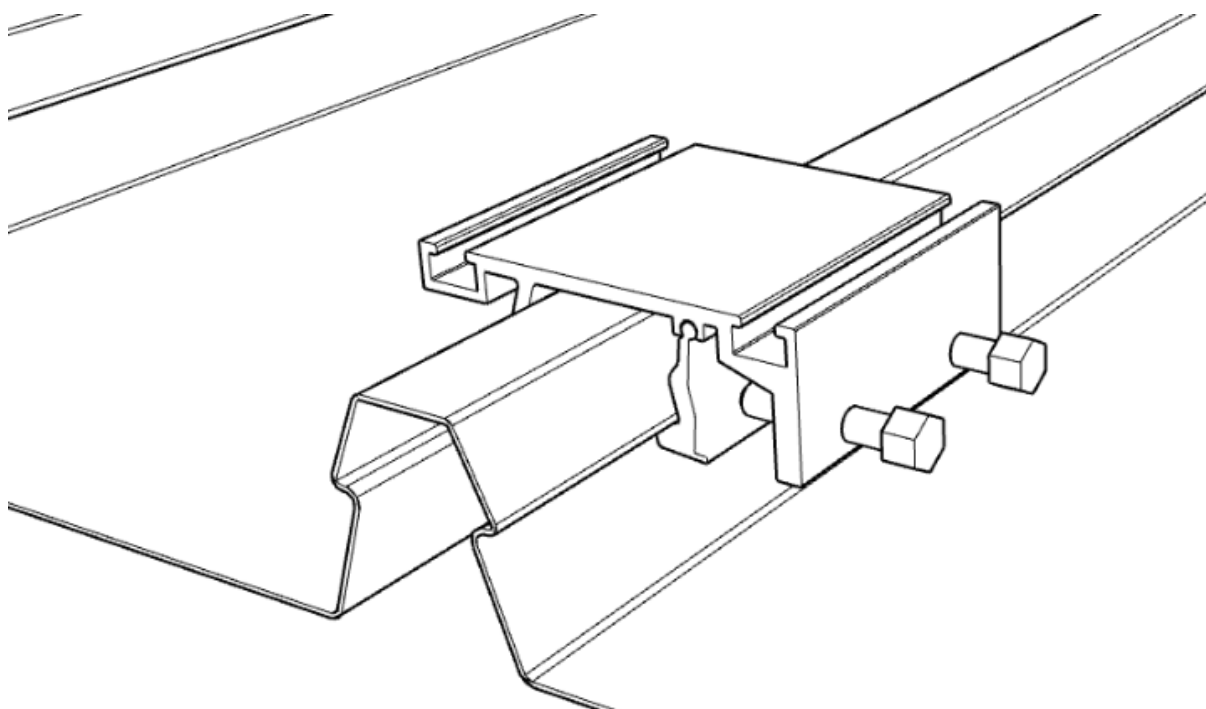
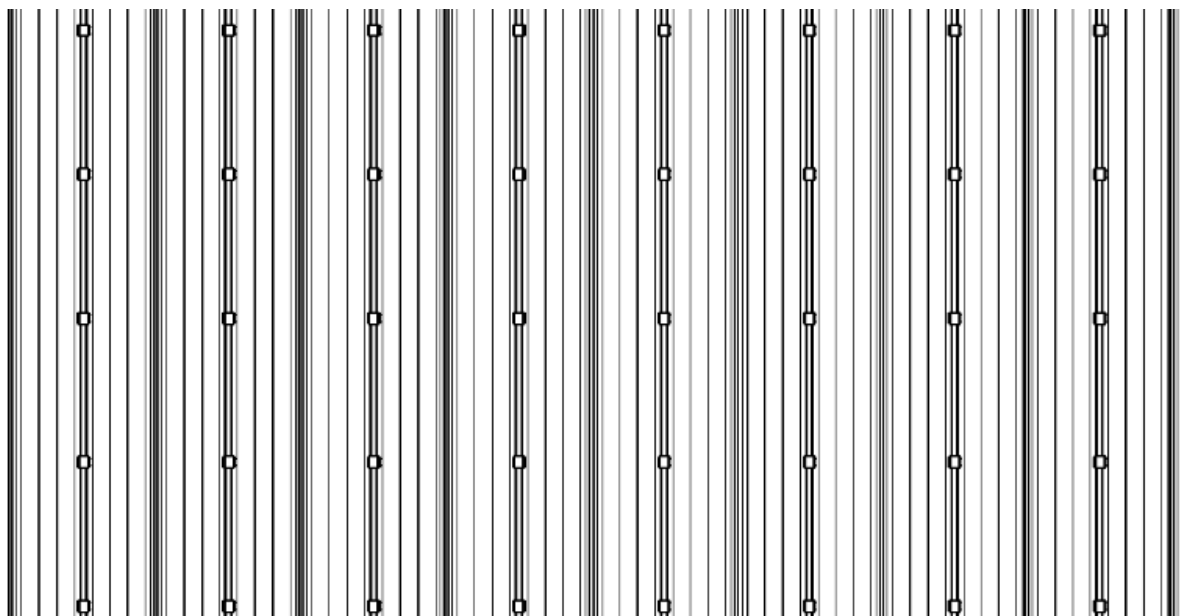

FIGURE 37
FIGURE 38
② Installez la base du crochet sur la nervure carrée en fonction de la position de la ligne d'enclenchement et utilisez le boulon hexagonal externe pour verrouiller la base du crochet pour l'installation (Figure 37), comme indiqué ci-dessous (Figure 38);